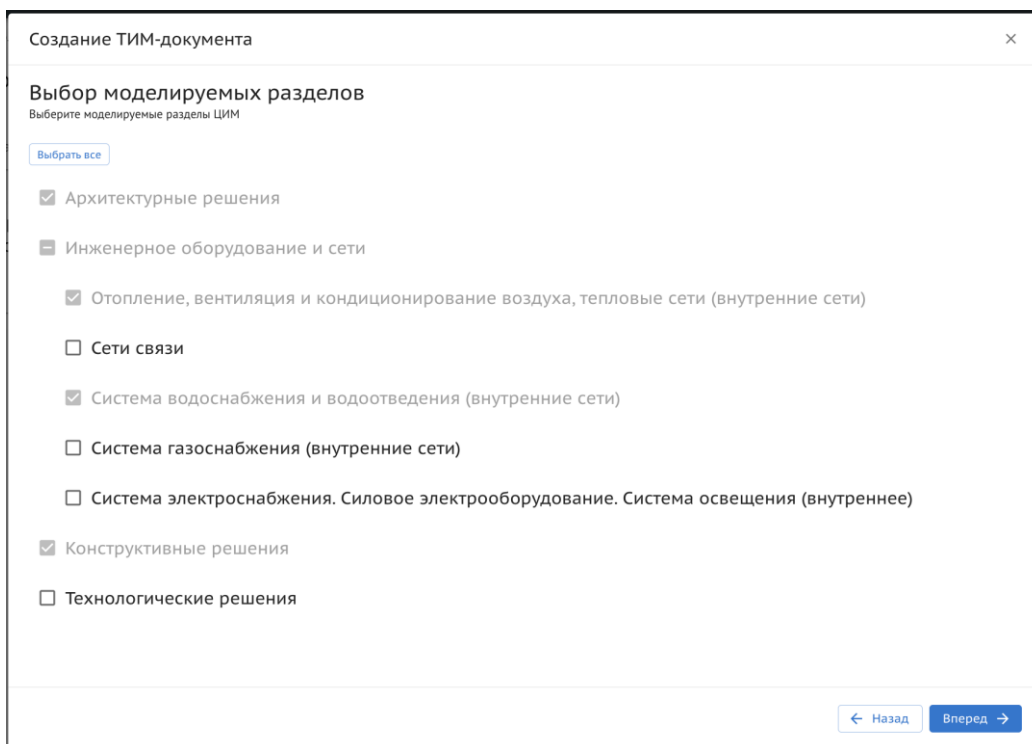

Рисунок 22. Выбор моделируемых разделов.
5) Выбрать количество моделируемых разделов ЦИМ и нажать “Вперед” (Рисунок 22);